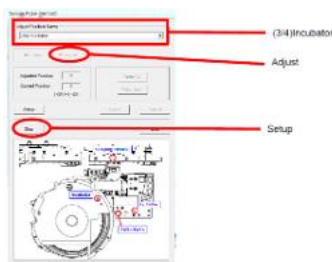

Figure 9 SSW window (Incubator)
- Wähle **“Adjust”** (Abbildung 9)